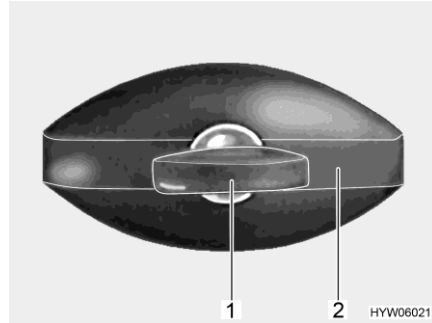

Bild 45 Lucklås (ellipsformat, låst)
- Stick in nyckeln i låscylindern (Bild 45,1) och vrid ett kvarts varv moturs. Låshandtaget (Bild 45,2) frigörs.